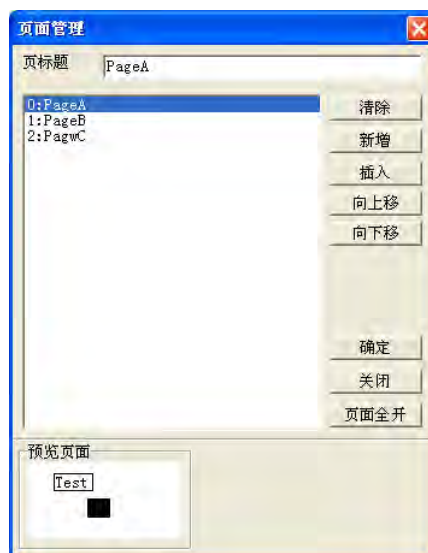

图 3-10 人机页面管理
- 人机页面管理：对页面进行预览与管理。单击菜单工具栏的 **查看 (V) > 人机页面管理 (P)** 或是图标工具栏的「**人机页面管理**」按钮，会跳出如图 3-10 的页面管理窗口，可在此输入页标题，加入或删除不要的页面，调整页面的顺序，及一次开启所有的页面。